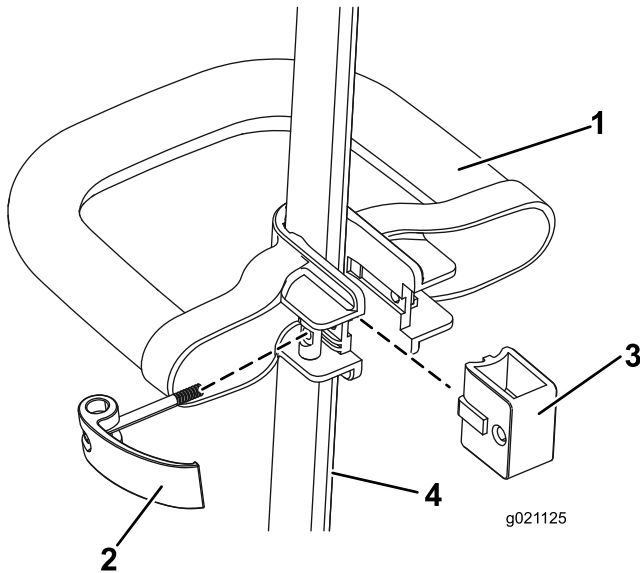

Bild 5
1. Positionieren Sie den Hilfsgriff am oberen Schaft des Rasentrimmers so, dass die glatte Oberfläche zum Bediener zeigt (Bild 5).
2. Schieben Sie die Strebe in den Hilfsgriff, sodass die Strebe in der Rille entlang des Schafts liegt (Bild 5).
3. Schieben Sie den Riegel von links durch den Griff und die Strebe, wie in Bild 5 abgebildet, und ziehen Sie die Riegelschraube mit einem Schraubenzieher an.